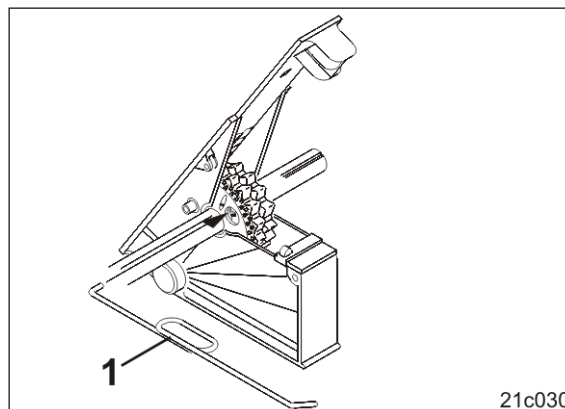

Fig. 163
1. A l'aide de la clé livrée (Fig. 163/1), pousser la goupille derrière l'alésage jusqu'en butée dans la roue de distribution normale.